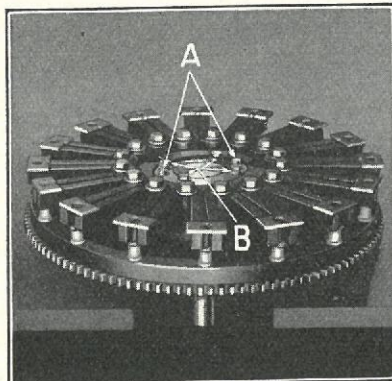

Fig. 200
- 302** Anbring Gearakslen paa Svinghjulet. Forvis Dem om, at Styredornene i Svinghjulet træffer Hullerne i Drivpladen (Fig. 200-A). Akslen indsættes derefter i Svinghjulet ved Hjælp af en Kobber- eller Blyhammer. Medens Tromle og Drev samles, holdes Akslen paa Plads ved Hjælp af de fire Svinghjulsskruer, som er skruede ned gennem Drivpladen i Svinghjulet. Hvis der ikke bruges en Specialskruestik, som vist i Fig. 194, er det nødvendigt at lægge $\frac{1}{2}$ " tykke Mellemlægsskiver over Enden af Svinghjulsskruerne, inden Skruerne skrues i Svinghjulet (Fig. 200-B). Dette forhindrer Skruernes Fremtrængen gennem Inder-siden af Svinghjulet, og at disse kommer i Forbindelse med Trehjulsdrevet, før Krumtapakslen forbindes, til Svinghjulet.